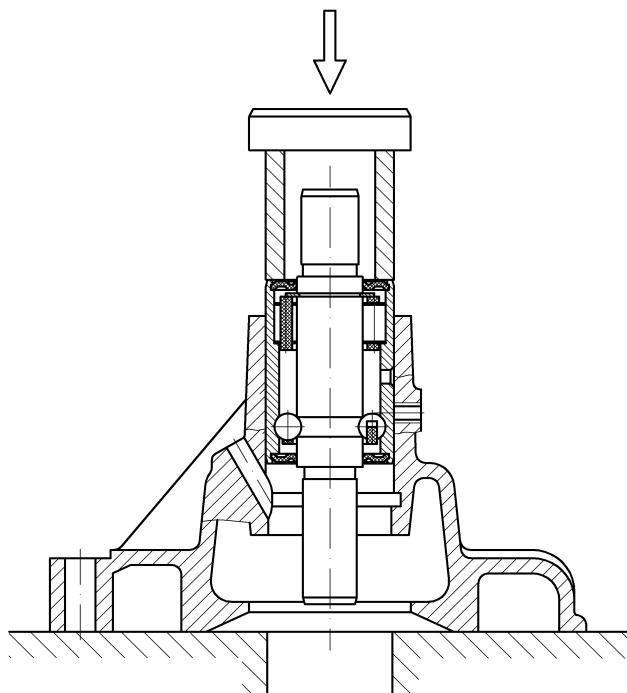

Рис.84. Запрессовка подшипника
- с помощью оправки запрессовать подшипник с валиком в сборе в корпус так, чтобы гнездо под фиксатор на обойме подшипника совпало с отверстием в корпусе насоса (рис.84);